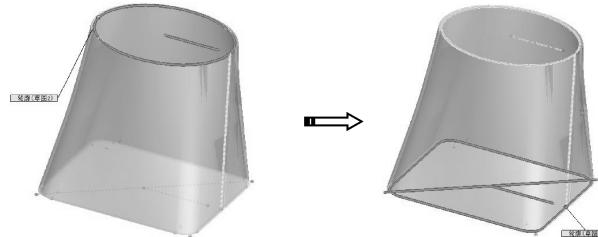

图 6-42 调整放样折弯轮廓
- 03 可以单击上移按钮或下移按钮调整生成放样折弯的轮廓，如图 6-42 所示。